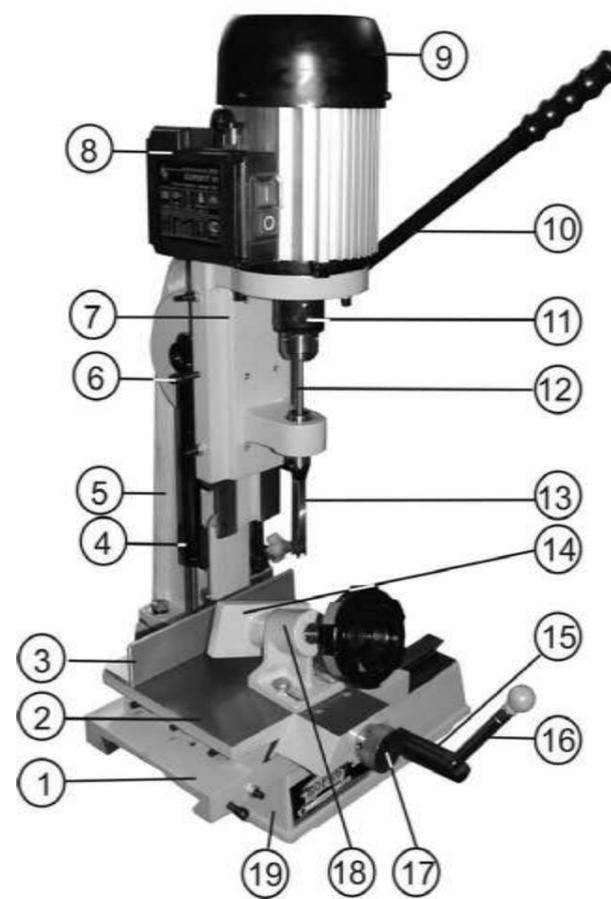

Рис.2
7.1. Машина состоит из следующих сборочных единиц и деталей (Рис.2, 3)
**8.2. Сборка машины (Рис.2,3)**
8.2.2. Как показано на Рис.2, на валу (15) установите и закрепите ручку продольного перемещения (16).
### 10.1. Подготовка к работе (Рис. 2,3)
### 10.2. Выполнение основных операций (Рис.2,3)